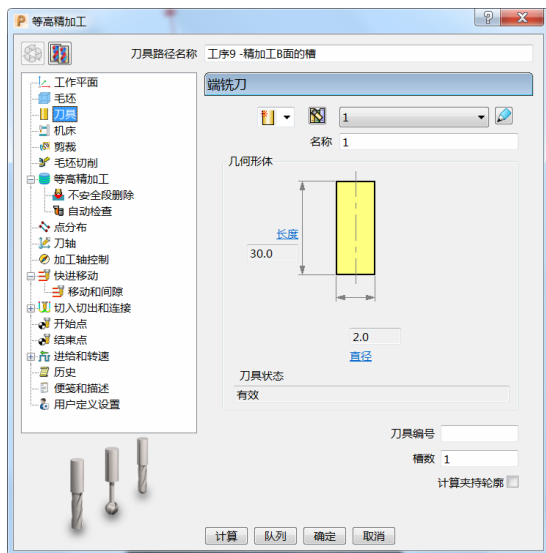

图 6-78
- 3) 刀具：选择“ $\phi 2$ 立铣刀”，伸出 30mm 即可。（图 6-78）